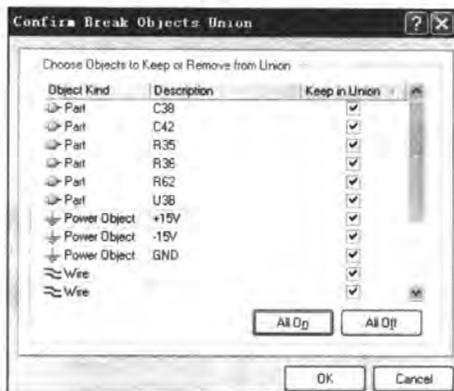

图 4-28 【Confirm Break Objects Union】对话框
(5) 单击组合中的任一对象，并单击鼠标右键，执行【Unions】/【Break objects from Union】命令，则系统弹出【Confirm Break Objects Union】对话框，如图 4-28 所示。